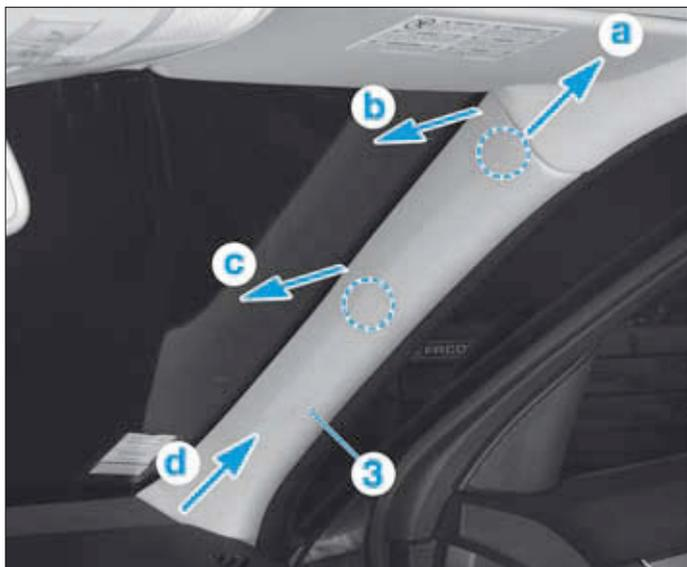

FIG. 16
• De chaque côté, déposer la garniture de montant de pare-brise (3) ; pour cela (Fig.16) :